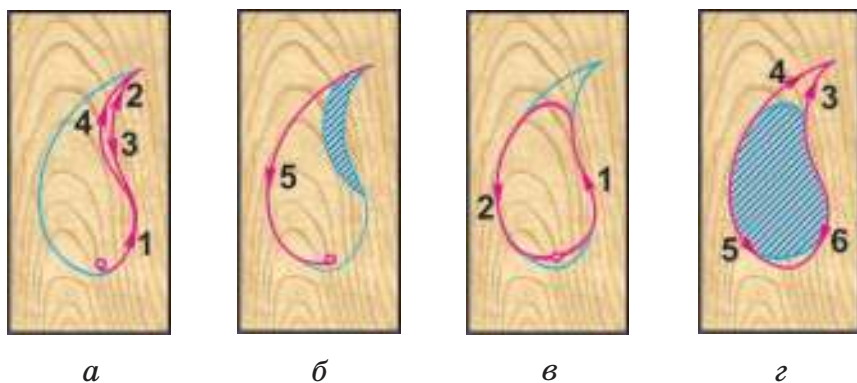

Рис. 76. Выпиливание острого угла:
Острые углы выпиливают двумя способами (рис. 76).
гую сторону угла и продолжить выпиливание до его вершины. После этого выпиленная часть выпадает и образуется острый угол (рис. 76, а, б).
2. Выпиливают основную форму рисунка без острого угла. Затем допиливают обе стороны острого угла (рис. 76, в, г).